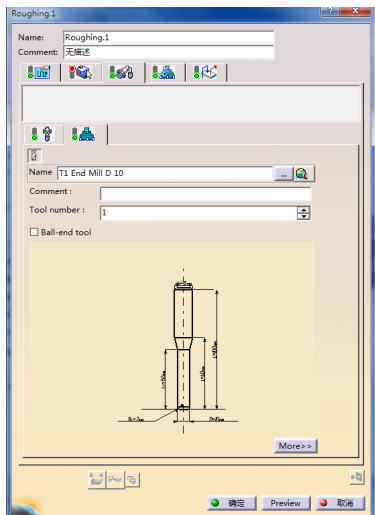

图 3-216 刀具参数选项卡 (10)
- 单击“Roughing.1”对话框中的，切换到刀具参数选项卡（10），在“Name”文本框中输入“T1 End Mill D10”，取消“Ball-end tool”复选框，如图 3-216 所示。